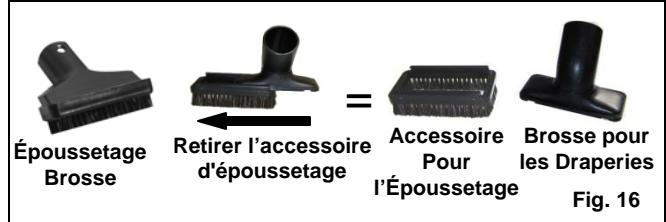

Fig. 16
2. Afin de l'utiliser comme brosse pour les draperies, vous devez enlever l'accessoire d'époussetage en la tenant et en la faisant glisser. (Fig. 16)
3. Pour utiliser l'accessoire d'époussetage, tenez fermement la brosse à draperie et glissez la brosse d'époussetage par dessus. (Fig. 16)